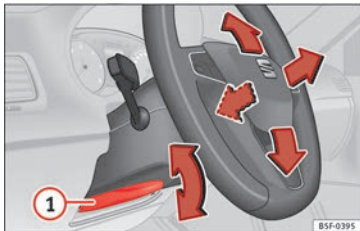

Fig. 19 Palanca en la parte inferior del lateral izquierdo de la columna de dirección.
• Ajustar la posición del volante: tire de la palanca » » » **fig. 19** ① hacia abajo, mueva el volante hasta la posición deseada y vuelva a subir la palanca hasta el punto de cierre.